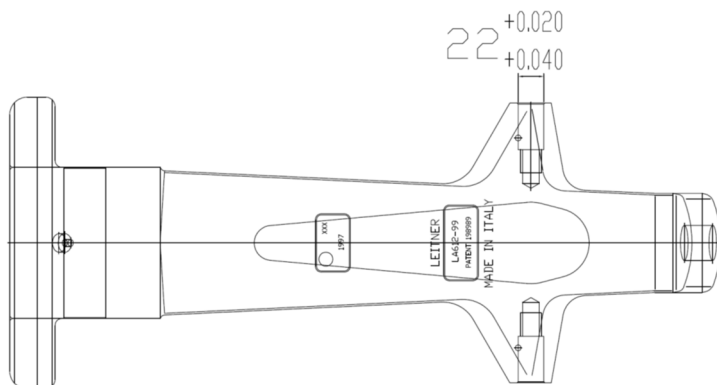

Figura 3b: Morsa LA612 – (b) dimensioni sede del perno nella ganascia mobile
- nel range $\varnothing 22 \text{ mm } +0.020 / +0.040$ per la morsa LA612 (figura 3b)